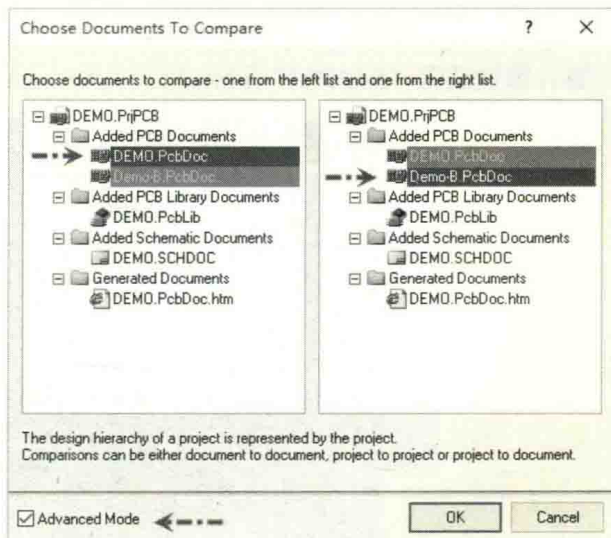

图 15-7 对比选择
(3) 在对比对话框中按图 15-7 所示，选择“Advanced Mode”，在左、右复选框中选择需要对比的 PCB，单击“OK”按钮。